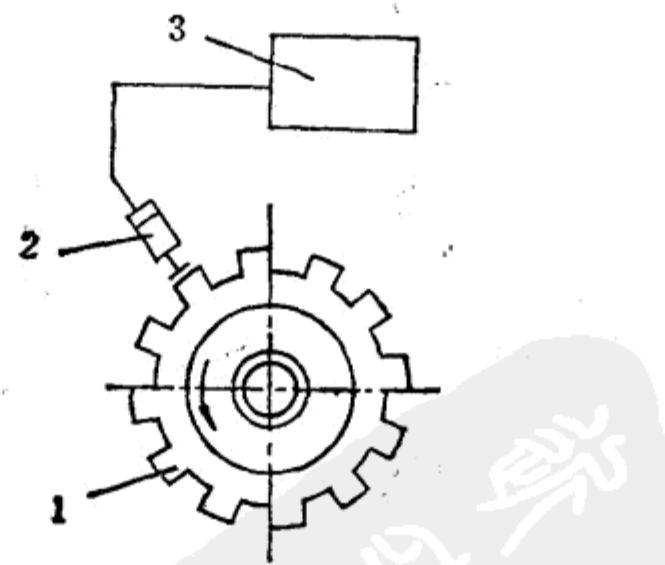

图 4.3.2 电容式转速传感器测速原理图
**工作原理** 电容式转速传感器测速原理图如图 4.3.2 所示。当电容极板与齿顶相对时电容量最大, 而与齿隙相对时电容量最小。当齿轮旋转时, 电容量发生周期性的变化, 经电路得到脉冲信号, 频率计显示的频率反映转速的大小。若齿数为  $z$ , 由计数器得到的频率为  $f$ , 则转速  $n$  为